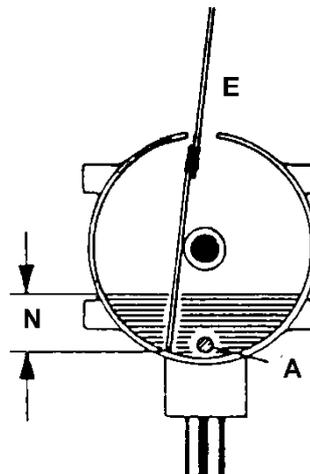

Abb. 21
Ölniveau, wie in Abb. 21 gezeigt, durch Öleinfüllöffnung (E) mit dem Zollstock messen. Ggf. Öl auffüllen, bis der Sollstand N = 45 mm erreicht ist